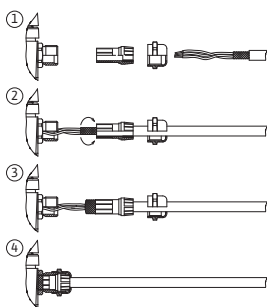

Fig. 25: Stínění
Stínění se připojí kabelovou průchodkou na elektronickém modulu. Viz Fig. 25.
Kabely digitálních vstupů, analogových vstupů a bus komunikace musejí být stíněny kovovým šroubením prostupu kabelu (Fig. 19, poz. 4, 5 a 6). Pro odstínění viz Fig. 25.
1. Přichytné háky (Fig. 25) opatrně otevřete vhodným nářadím (např. šroubovákem).